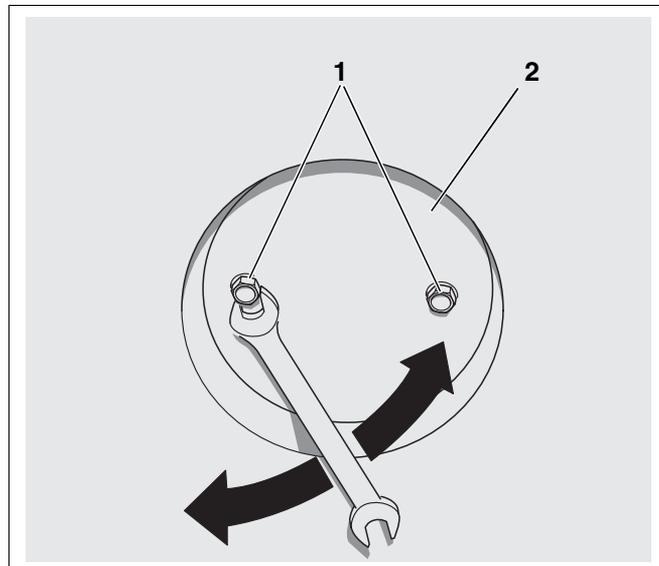

Abb. 7 Abgasanschluss Rückseite – innere Abdeckplatte
- Schrauben der inneren Abdeckplatte lösen (Abb. 7, **Pos. 1**).
- Innere Abdeckplatte entfernen (Abb. 7, **Pos. 2**).